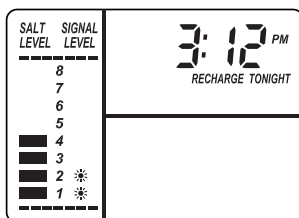

FIG. 24
2. La escala de nivel de sal, en el depósito de salmuera dentro del tanque, tiene los números 0 a 8 (vea la Fig. 24). Fíjese en el número más alto en el que esté nivelada la sal, o al que esté más próxima.
3. Presione el botón SET SALT LEVEL (Fijar el nivel de sal) tantas veces como sea necesario para que las barras de nivel de sal (vea la Fig. 24) coincidan con el número de la depósito de salmuera. En el nivel 2 o inferior, destellará la luz de “Bajo nivel de sal” (Vea la página 12).